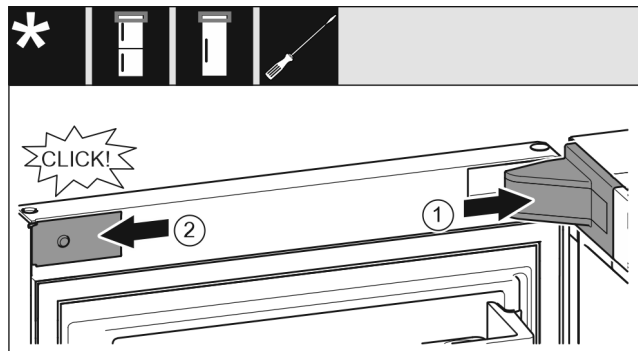

Fig. 22
- ▶ Поставете и фиксирайте капака на лагерната стойка Fig. 22 (1), при нужда внимателно го натиснете настрани.
- ▶ Поставете странично капачката Fig. 22 (2) и я фиксирайте.